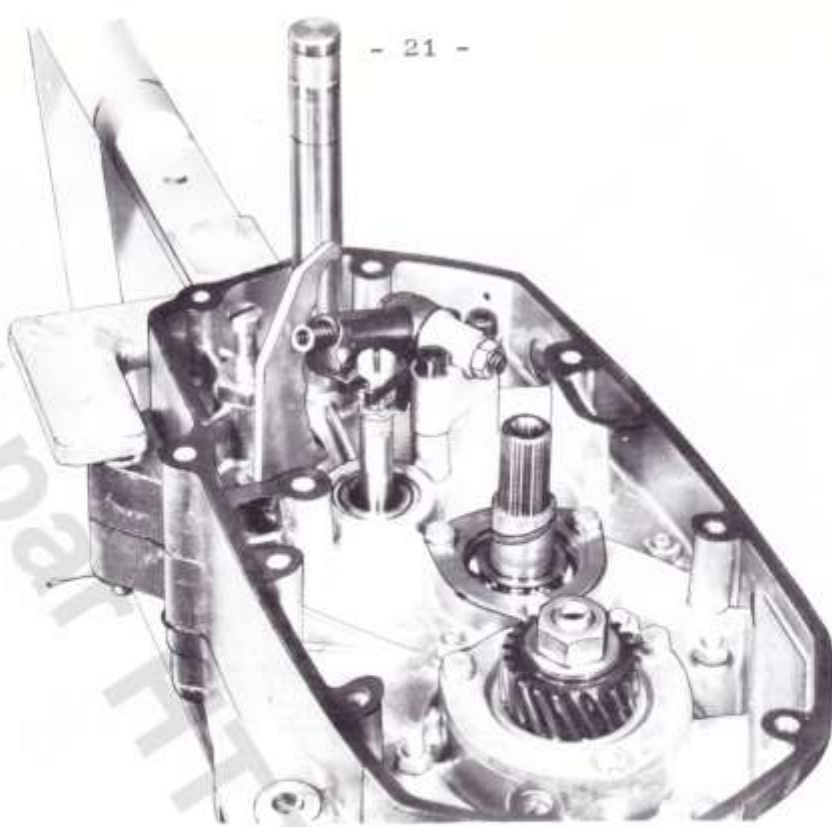

Figure 20
- Placer la petite fourchette à l'extrémité du rochet en introduisant les branches de la fourchette sous la vis de réglage du tiroir des vitesses (figure 20).